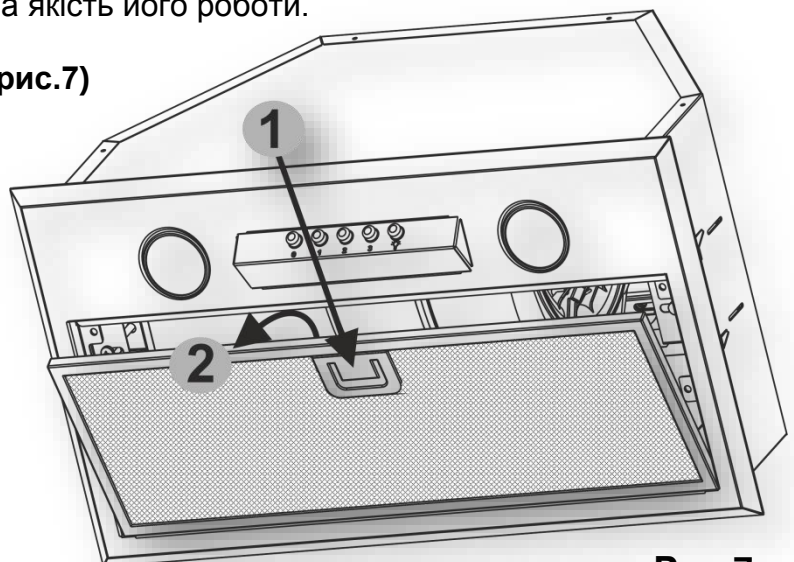

Рис.7
7.10 Для зняття алюмінієвого фільтру (**рис.7**)